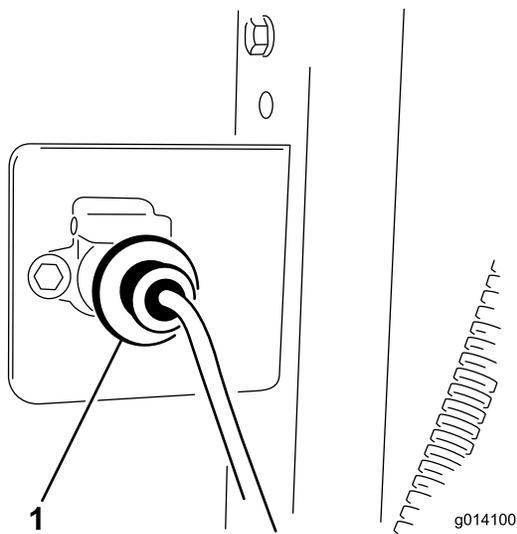

Figure 10
1. Montez le support de prise à l'arrière du véhicule tracteur à l'aide de (2) vis (5/16 x 1 po) et écrous.
3. Fixez le faisceau de câblage au support avec (2) vis (1/4 x 1 po) et écrous (Figure 10).
5. Fixez le faisceau de câblage de l'unité de base au faisceau de câblage du véhicule tracteur (Figure 10). Le connecteur est situé près du flexible hydraulique fixé au véhicule tracteur.